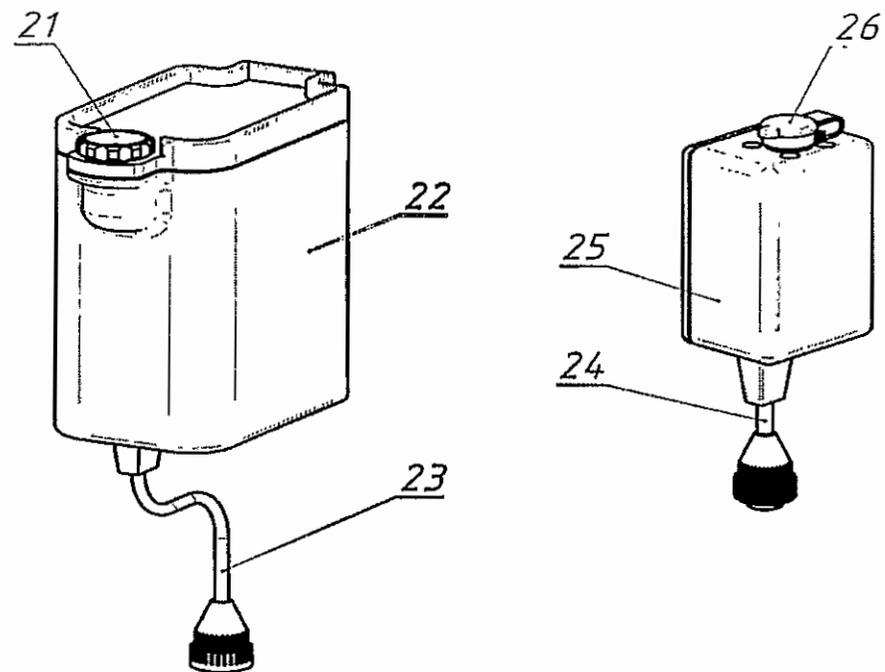

Рисунок 1-2 - Внешний вид выносного блока питания и преобразователя напряжения
2.2.8 Для работы с выносным блоком питания 22 (рисунок 1-2) необходимо:
- сняв защитную крышку с разъема 14 (рисунок 1-1) на корпусе изделия, присоединить кабель 23 (рисунок 1-2) выносного блока питания 22;
При работе в холодное время использовать выносной блок питания 22 (рисунок 1-2), который разместить во внутреннем кармане обмундирования.